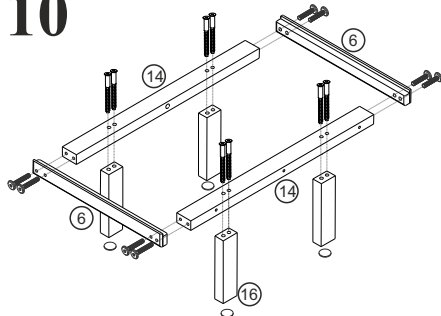

рис.11
10. Соедините детали, как показано на схеме (рис. 11) при помощи еврвинтов 7х70 и винтов 6х35.